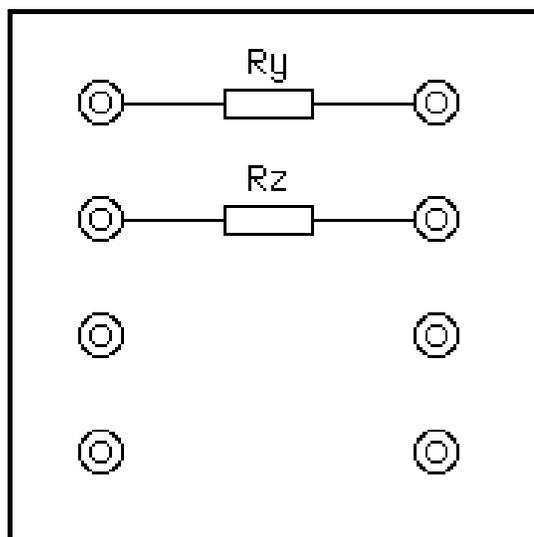

Figura 1
16.- Tome dos resistencias de carbón del lote con valores consecutivos, registre sus valores en la tabla, y móntelas en la baquelita con ayuda de los pines, tal como aparece en la figura 1.